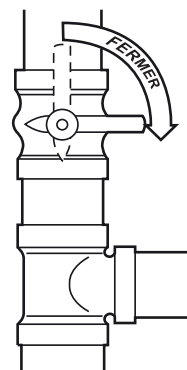

Figure 8 – Fermez le robinet
- Fermez le robinet de gaz extérieur. Consultez la figure 8.